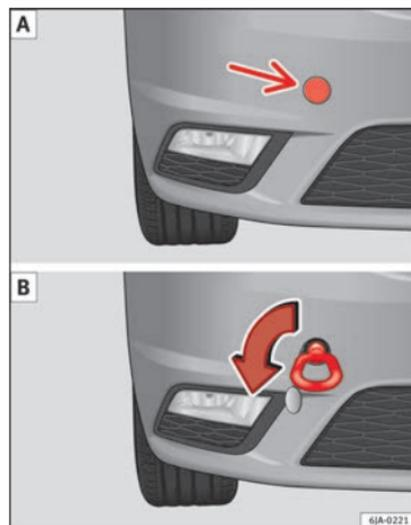

Fig. 65 Parte derecha del parachoques delantero: argolla de remolque enroscada.
- Atornille la argolla delantera en la rosca » **fig. 65** y apriétela con la llave de rueda.